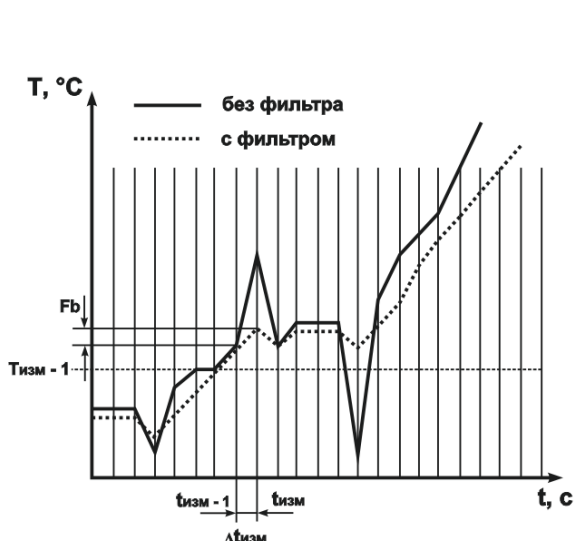

Рисунок 3
2.2.6.1 Полоса цифрового фильтра позволяет защитить измерительный тракт от единичных помех и задается в градусах Цельсия ($^{\circ}C$). Если измеренное значение «Тизм» отличается от предыдущего «Тизм-1» на величину, большую, чем значение параметра F_{fb} , то изделие присваивает ему значение, равное («Тизм» + F_{fb}) (рис. 3). Таким образом, характеристика сглаживается.